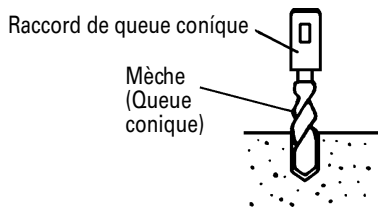

Fig. 9
(1) Installer la mèche à queue conique dans le raccord de queue conique. (Fig. 9)